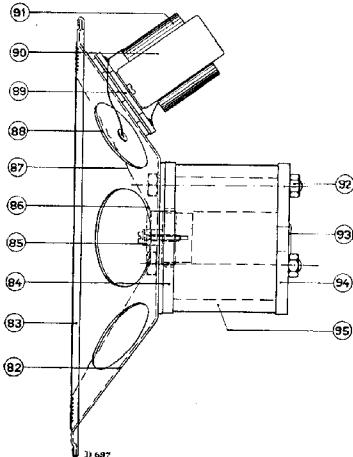

Fig. 8
- dat voor- en achterplaat, fig. 8 (pos. 84 en 94) in geen geval van de magneet getrokken worden, deze zou ook daardoor verzwakken. Voor uitwisseling van de ringvormige magneet (pos. 95) moet dus de gehele luidspreker naar Philips opgezonden worden.